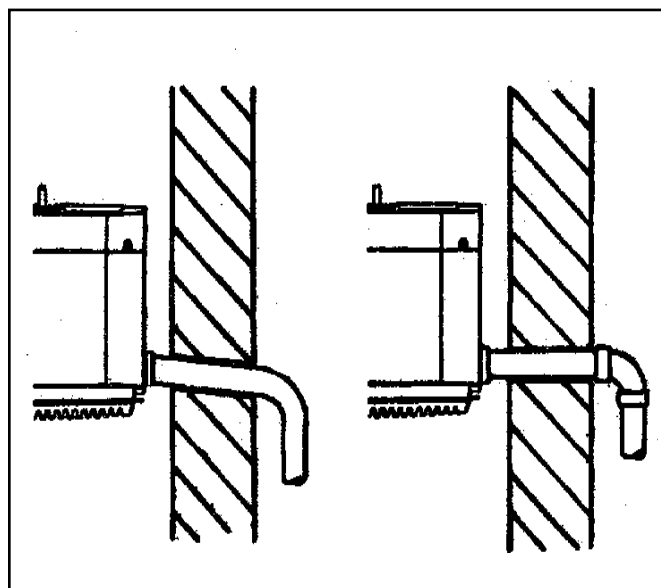

FIGURA 8
- b) Conecte a tubulação de PVC 1/2" à conexão do dreno (Figura 8).